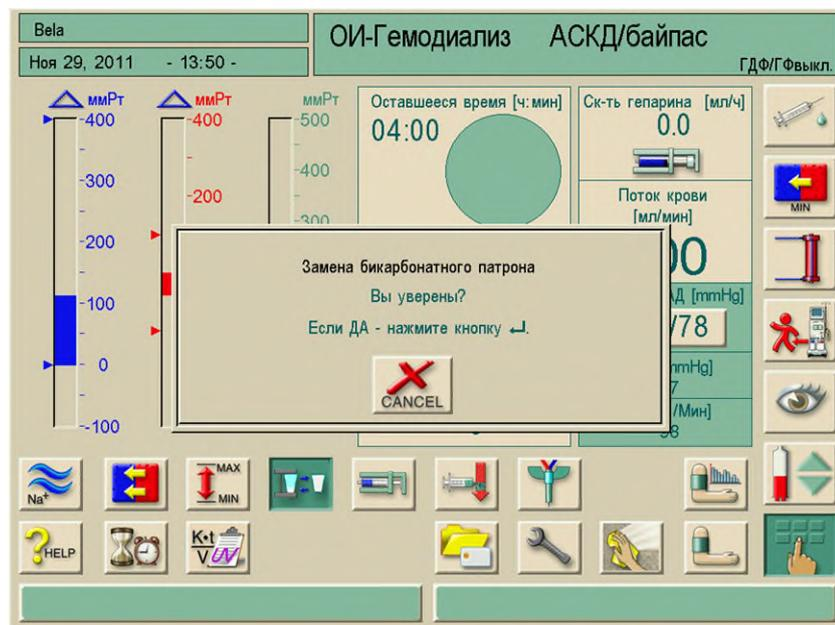

Рис. 10-25 Замена бикарбонатного патрона
- На экране – выбор дезинфекции, программа дезинфекции не включена (аппарат в промывке см. рис. 10-25)